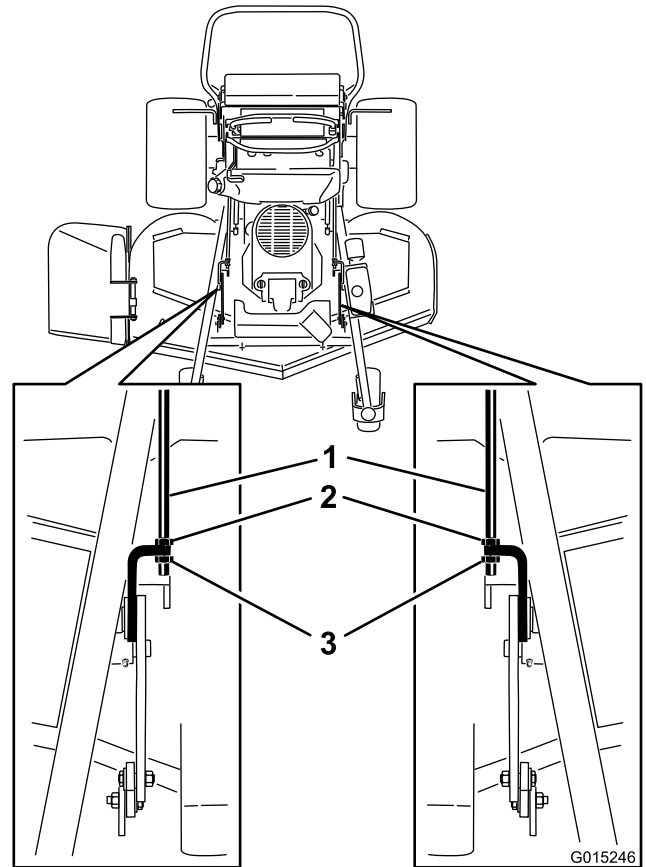

**Figure 89**
1. Placez 3 cales de 2x4 sous le tablier de coupe comme illustré à la Figure 89. Disposez les cales de 2x4 à 10 cm (4") d'intervalle.